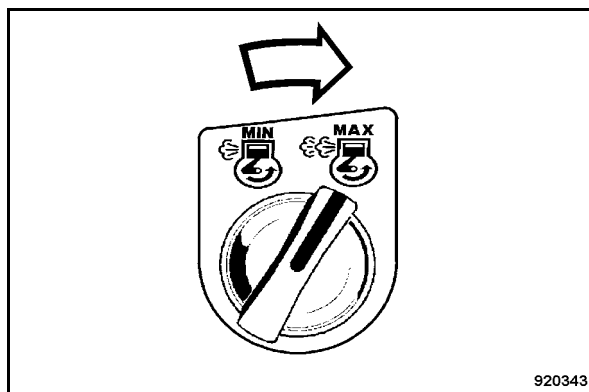

Fig. 66
- Tourner la touche rotative pour le régime du moteur (Fig. 66) vers la droite, sur position "MAX" .